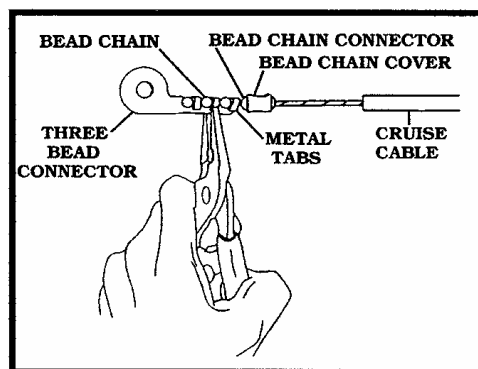

Figure 17
2. 使用尖嘴鉗將”3珠鎖片”與”珠型鏈條”結合。（參考 Figure 17）